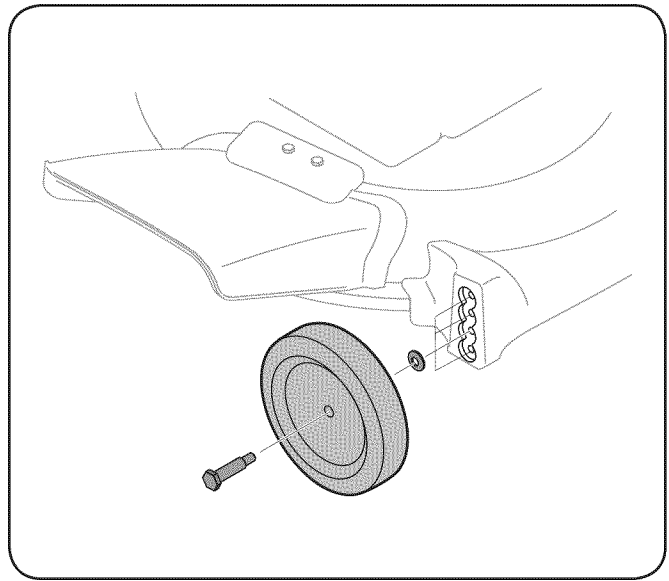

Figura 3-8
1. Quite los tornillos y arandelas del hombro de las ruedas como se muestra en la figura. 3-8.